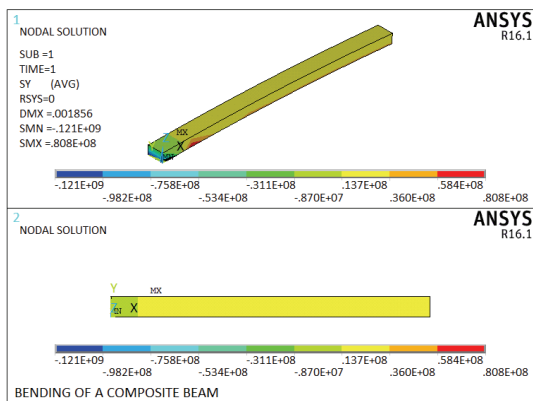

图 6-102 Y 方向应力场等值线图
5) 选择 Main Menu | General Postproc | Plot Results | Contour Plot | Nodal Solu 命令, 出现 Contour Nodal Solution Data 对话框, 选择 Nodal Solution | Stress | Y-Component of stress, 单击 OK 按钮, ANSYS 显示窗口显示 Y 方向应力场等值线图, 如图 6-102 所示, 单击 OK 按钮关闭该对话框。